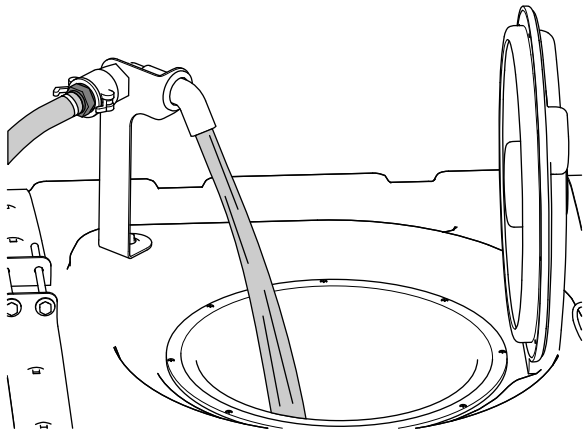

図 30
5. 所定量の $\frac{3}{4}$ の水を液剤タンクに入れる 図 30。